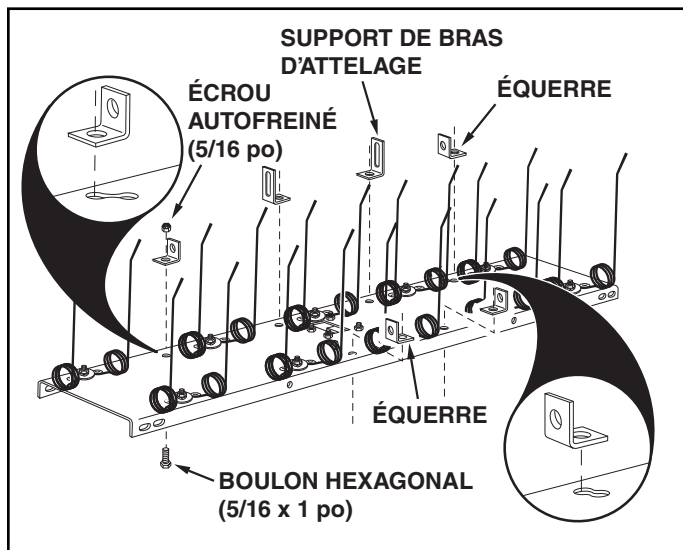
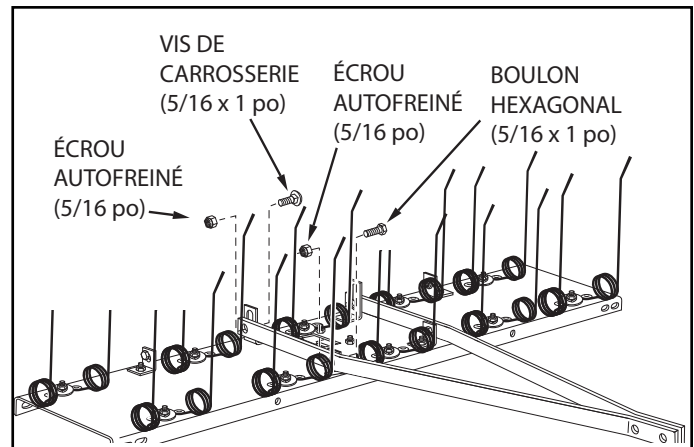
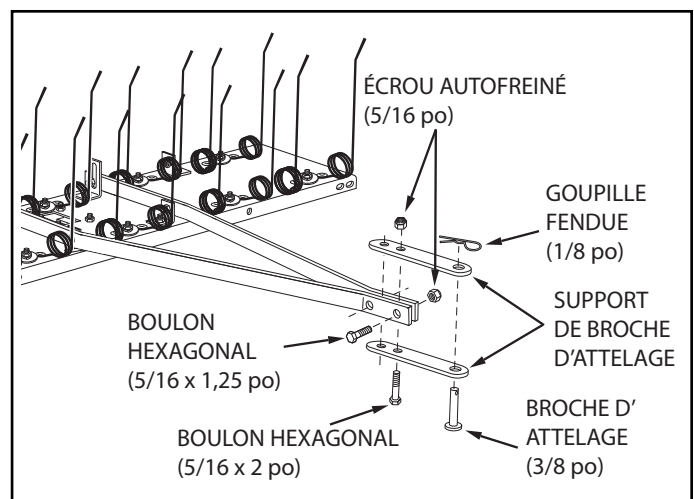

FIGURE 1
FIGURE 2
FIGURE 3
1. Fixer deux des grands supports de bras d'attelage et deux petites équerres à l'arrière de la face inférieure du porte-dents, à l'aide de quatre boulons hexagonaux de 5/16 x 1 po (D) et de quatre écrous autofreinés de 5/16 po (I). **Ne pas serrer à ce stade.** Disposer les supports et équerres comme indiqué par la figure 1.
2. Fixer deux petites équerres à l'avant de la face inférieure du porte-dents, à l'aide de deux boulons hexagonaux de 5/16 x 1 po (D) et de deux écrous autofreinés de 5/16 po (I). **Ne pas serrer à ce stade.** Disposer les supports et équerres comme indiqué par la figure 1.
3. Fixer les bras d'attelage aux faces externes des équerres avant, à l'aide de deux boulons hexagonaux de 5/16 x 1 po (D) et de deux écrous autofreinés de 5/16 po (I). **Serrer les écrous**, puis les **desserrer** légèrement. Voir la figure 2.
4. Fixer les bras d'attelage à l'extérieur des supports arrière, à l'aide de deux vis de carrosserie de 5/16 x 1 po (E) et de deux écrous autofreinés de 5/16 po (I). **Ne pas serrer à ce stade.** Voir la figure 2.
5. Fixer les deux extrémités avant des bras d'attelage l'une à l'autre à l'aide de 2 boulons hexagonaux de 5/16 x 1,25 po. **Ne pas serrer à ce stade.** Voir la figure 3.
6. Fixer les supports de broche d'attelage aux bras d'attelage à l'aide de deux boulons hexagonaux de 5/16 x 2 po (B) et de deux écrous autofreinés de 5/16 po (I). **Ne pas serrer à ce stade.** Voir la figure 3.
7. Passer la broche d'attelage (F) de 3/8 po dans ses deux supports et la maintenir à l'aide d'une goupille fendue (G) de 1/8 po. Voir la figure 3.
8. **Serrer** les boulons montés à la figure 3. **Serrer** les boulons montés à la figure 1. **Serrer** les boulons et les écrous montés à la figure 2.